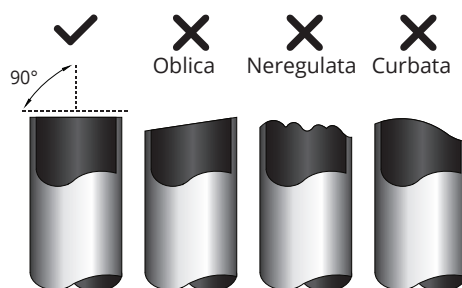

Fig. 7.1
1. Asigurati-va ca unghiul de taiere este de 90° , perfect. Consultati fig. 7.1 pentru exemple de taiere imperfecta.